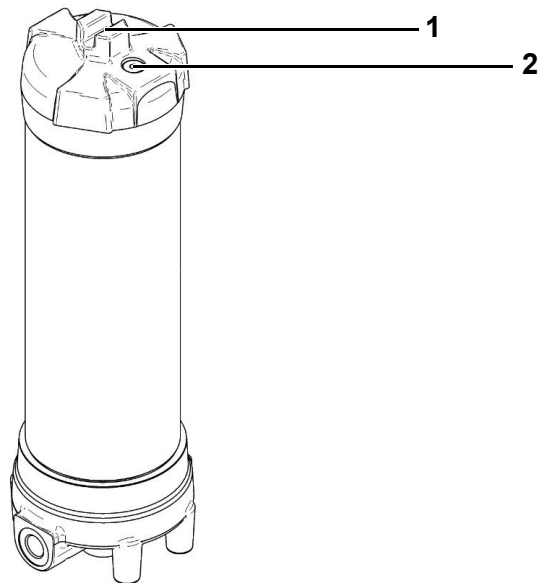

Fig. 229 HydroClean
| 2 | Desparafuse a tampa (1) na Fig. 229 usando a cabeça sextavada integrada. |
| 9 | Solte o parafuso sextavado (2) na Fig. 229 até que o furo de respiro esteja aberto. |